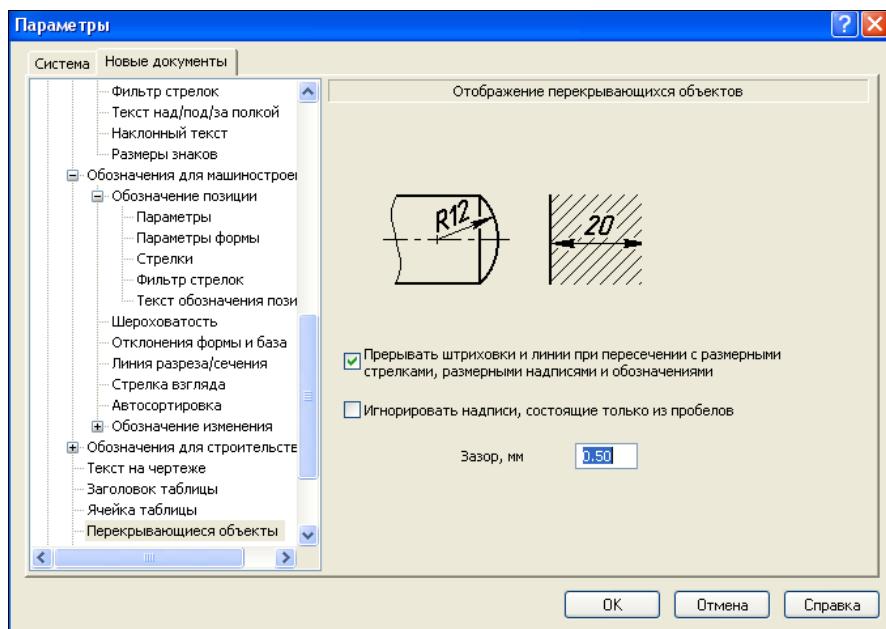

Рис. 15.31. Диалоговое окно **Параметры** с открытой панелью **Отображение перекрывающихся объектов**
- ♦ выделите пункт **Перекрывающиеся объекты**. В правой части появится панель **Отображение перекрывающихся объектов**, показанная на рис. 15.31. На этой панели: